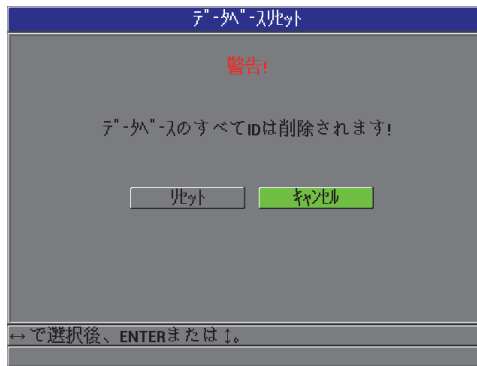

図 7-13 データベースリセット – 警告メッセージ
2. リセットサブメニューで、データベースを選択し、データベースリセット警告メッセージ (137 ページ図 7-13 参照) を表示します。